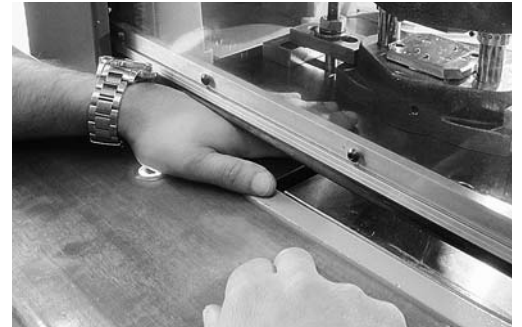

Fig. 5: écran mobile équipé d'une liste de contact protégeant les mains ou les doigts des risques d'écrasement.
- écran mobile verrouillé (Fig. 5)